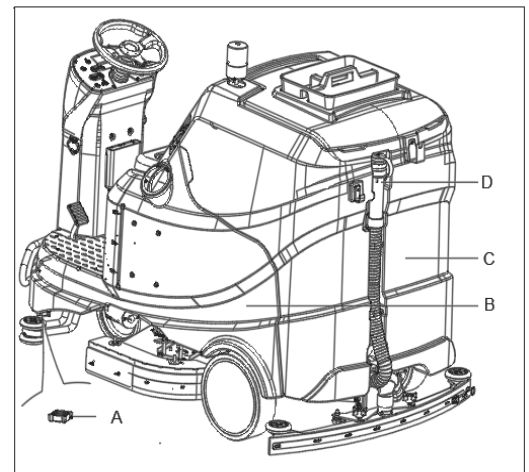

Figure 15
Lorsque l'écran multifonction (47, Figure 3) affiche ERREUR24 et que le voyant de réservoir de récupération plein (48, Figure 3) est allumé, le réservoir de récupération (C, Figure 15) est plein et le moteur d'aspiration ne peut plus sécher le sol. Vider le réservoir de récupération comme suit :
4. Vider le réservoir d'eau de récupération à l'aide du flexible (D, Figure 15). Ensuite, rincer le réservoir (C, Figure 15) à l'eau claire.
1. Vider le réservoir de solution par le bouchon de vidange (A, Figure 15). Après avoir travaillé, rincer le réservoir avec de l'eau propre.
2. Vider les réservoirs (B et C, Figure 15), comme indiqué dans le paragraphe précédent.